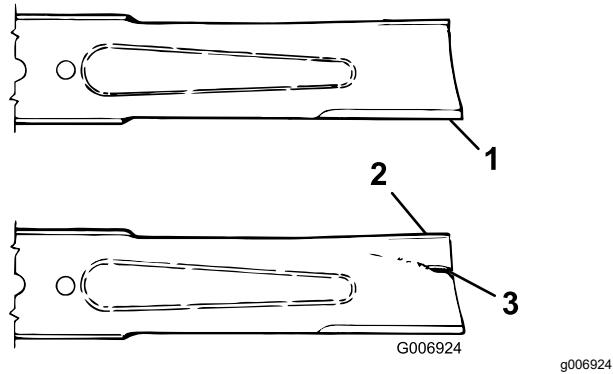

Рисунок 72
2. Осторожно проверьте режущие кромки ножей, особенно в точке соединения плоской и изогнутой частей ножа (Рисунок 72). Проверяйте ножи перед эксплуатацией машины, поскольку песок и абразивный материал могут стачивать металл между плоской и изогнутой частями ножа. При обнаружении износа (Рисунок 72) замените нож; см. раздел «Снятие режущего ножа».
Если вы допустите износ ножа, то между полотном и плоской частью ножа образуется бороздка (Рисунок 72). Часть ножа может случайно отломиться и выплыть из-под корпуса, возможно, нанеся тяжелую травму оператору или находящимся рядом людям.